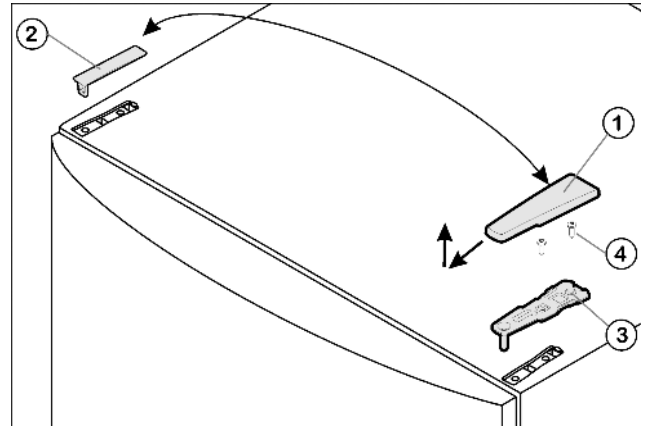

Fig. 4
- ▶ Відведіть кришку Fig. 4 (1) вперед і вгору.
- ▶ Зніміть кришку Fig. 4 (2).
- ▶ Викрутіть верхній опорний кронштейн Fig. 4 (3) (2 шт. Torx® 25) Fig. 4 (4) і відведіть вгору.
- ▶ Встановіть верхній опорний кронштейн Fig. 4 (3) в дверцята на новий бік шарніра.
- ▶ Прикрутіть верхній опорний кронштейн (з моментом 4 Нм) гвинтами (2 шт. Torx® 25) Fig. 4 (4). Попередньо зробіть отвори для гвинтів або використовуйте викрутку з акумулятором.
- ▶ Встановіть і зафіксуйте кришку Fig. 4 (1) та кришку Fig. 4 (2) з протилежного боку ззовні.